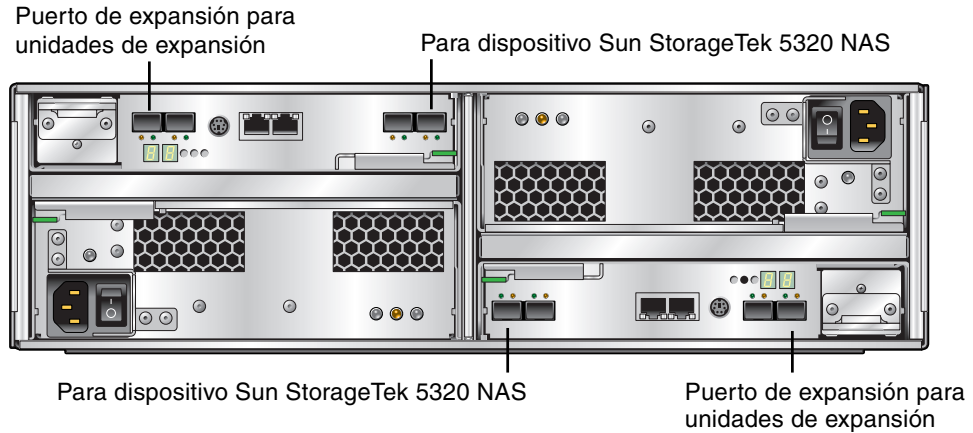

FIGURA 1-5 Parte posterior de la Unidad de controladores RAID de Sun StorageTek 5320
La FIGURA 1-5 muestra la parte posterior de la unidad de controladores (CU).